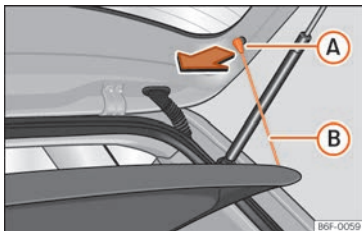

Fig. 162 Dans le coffre à bagages : dépose et repose de la plage arrière.
- Décrochez les tirants de fixation » » fig. 162 (A) de leurs logements (B).
- Accrochez les tirants de fixation » » fig. 162 (B) sur le capot de coffre.